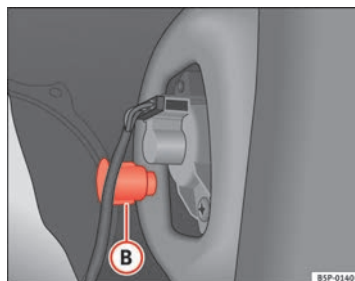

Fig. 190 Feu de position/feu stop
- Dévissez la pièce en plastique → fig. 190 (B) qui fixe le feu. Pour commencer à la dévisser, il peut être nécessaire d'insérer un tournevis dans cette pièce.